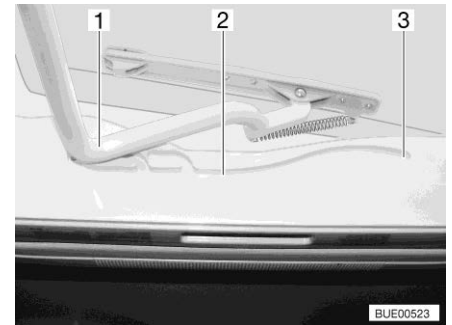

Fig. 65 Guida (oblò Heki)
- Tirare la staffa (Fig. 65,1) nelle guide (Fig. 65,2) fino alla posizione più all'indietro (Fig. 65,3).
- Spingere la staffa (Fig. 65,1) leggermente verso l'alto con ambedue le mani.
- Tirare la staffa nelle guide (Fig. 65,2) fino alla posizione desiderata.